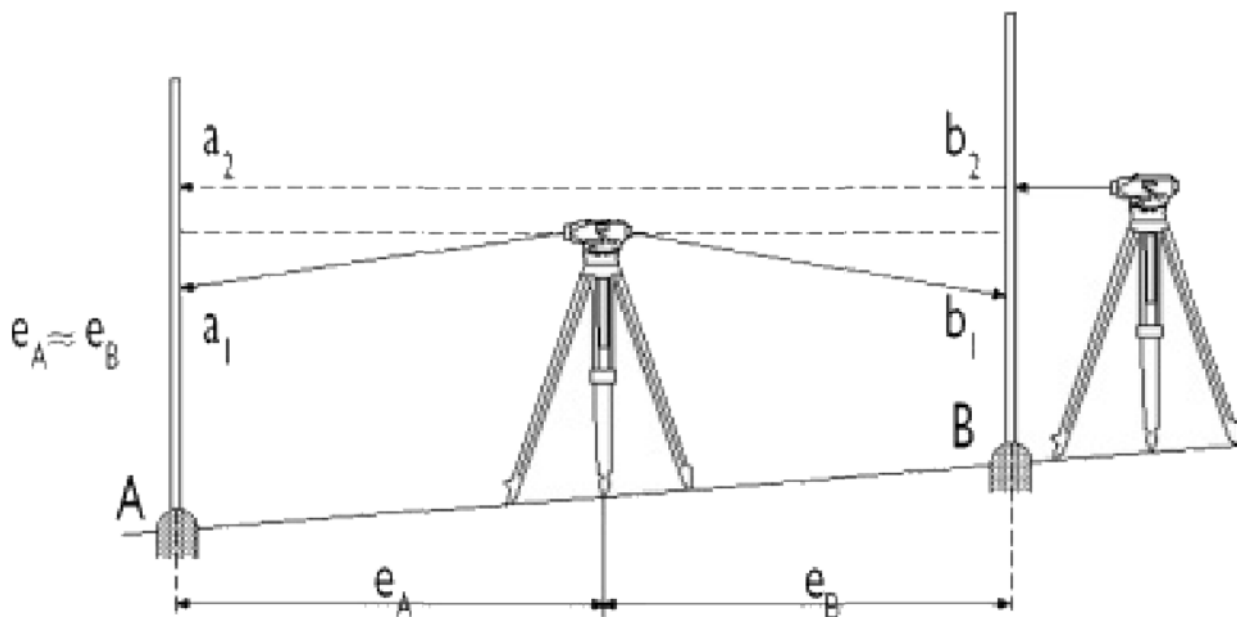

Рисунок 4: Проверка горизонтальности линии визирования
1. Поверка: Установите инструмент посередине между двумя рейками, установленными в точках А и В приблизительно на расстоянии 30 - 40 м. Возьмите отсчет $a1$ по рейке А и отсчет $b1$ по рейке В (см. рисунок 4). Из-за идентичных расстояний, разница по превышениям будет корректна, даже если линия визирования не отъюстирована. Теперь установите инструмент на расстоянии около 2 м от рейки В и возьмите отсчет $b2$. Вычисленное значение $c=b2+d$ должно быть равно отсчету $a2$ по рейке А, если линия визирования отъюстирована.